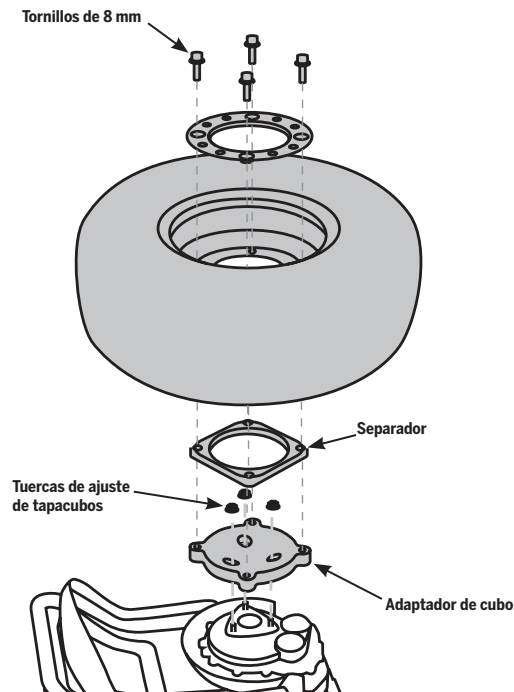

Ilustración 74: Adaptador de neumático/rueda/separador de x2 SE Turf
3. Sujete la rueda para evitar que gire y saque los cuatro tornillos de 8 mm (consulte la **ilustración 74**).
4. Coloque el conjunto de rueda y neumático en el separador (consulte la **ilustración 74**).